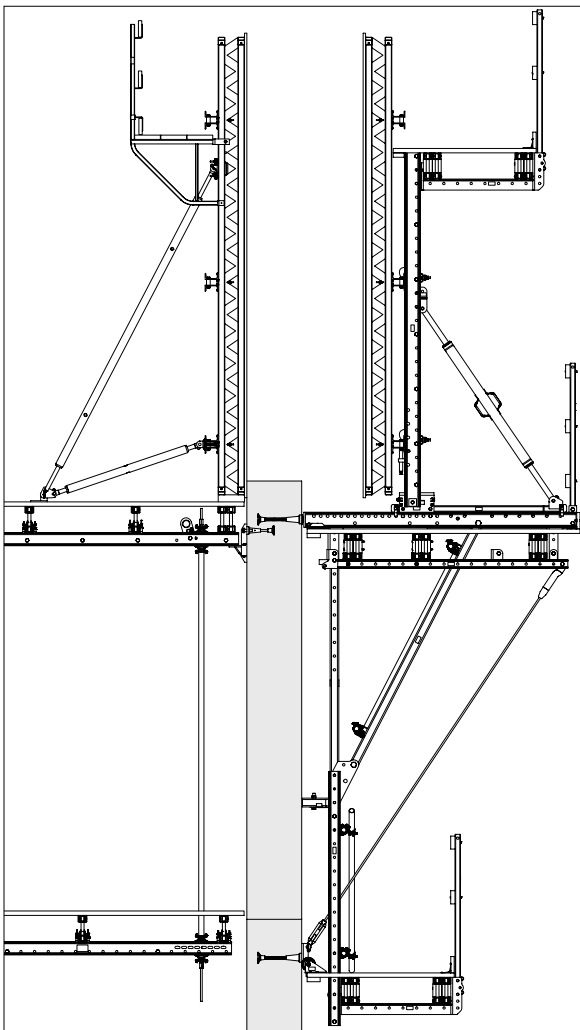

Fig. 06
- Operational status (Fig. 06)